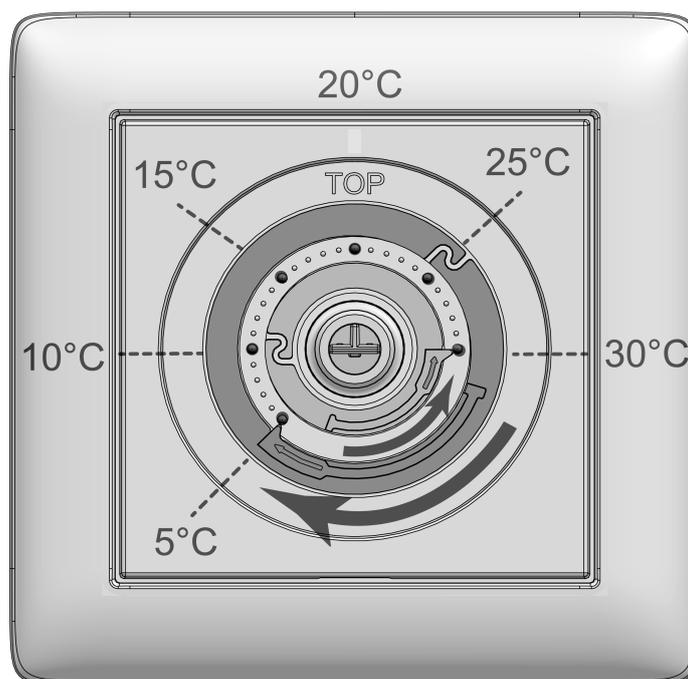

Figura 4: Anelli di regolazione per la limitazione della temperatura
Nella posizione centrale, il dispositivo regola a ca. 20 °C la temperatura nominale. La temperatura nominale minima è pari a 5 °C e la temperatura nominale massima a 30 °C (Vedi figura 4).
- Estrarre il pulsante di comando (4) dalla piastra centrale (3) in modo che gli anelli di impostazione (6) siano visibili (Vedi figura 4). I valori di temperatura raffigurati nell'immagine servono per l'orientamento.